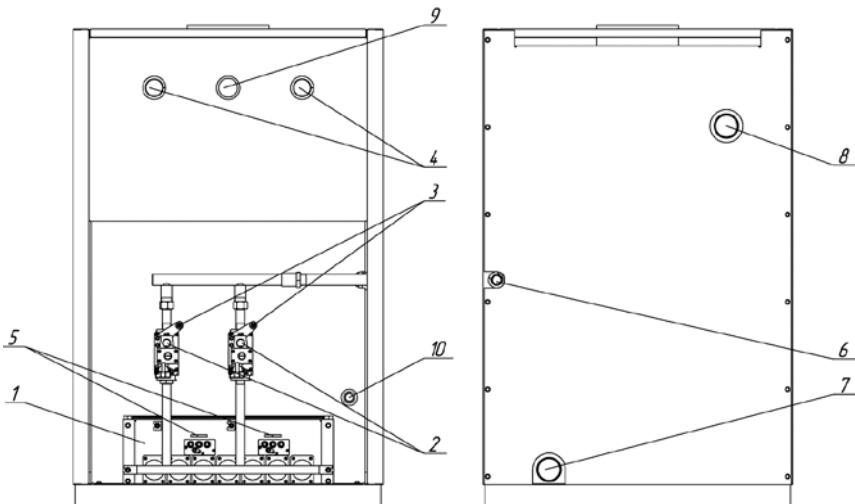

Рис. 2.
- 6.8. В открытой системе расширительный бачок устанавливается в верхней точке главного стояка, желательно в отапливаемом помещении. Запрещается устанавливать вентиль на сигнальной трубе (см. рис. 2, 3).